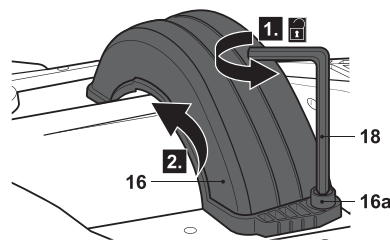

Fig. 18
- > Desserrez le boulon [16a] à l'aide de la clé hexagonale [18] et soulevez le couvercle [16] jusqu'à ce qu'il s'ouvre complètement (Fig. 18).